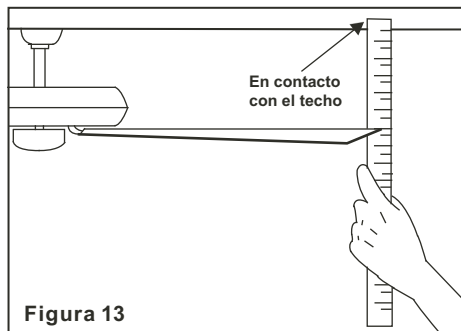

Figura 13
2. La mayoría de los problemas de oscilación se originan cuando los niveles de las aspas son desiguales. Revisar esté nivel por medio de seleccionar un punto del techo por encima de la punta de una de las aspas. Medir esta distancia como se muestra en la Figura 13. Rotar el ventilador hasta que la siguiente aspa esté ubicada para medición. procedimiento para cada aspa. Las medi repetir el das hacer fucional deben mantenerse dentro de 1/8 pulgadas (3mm).